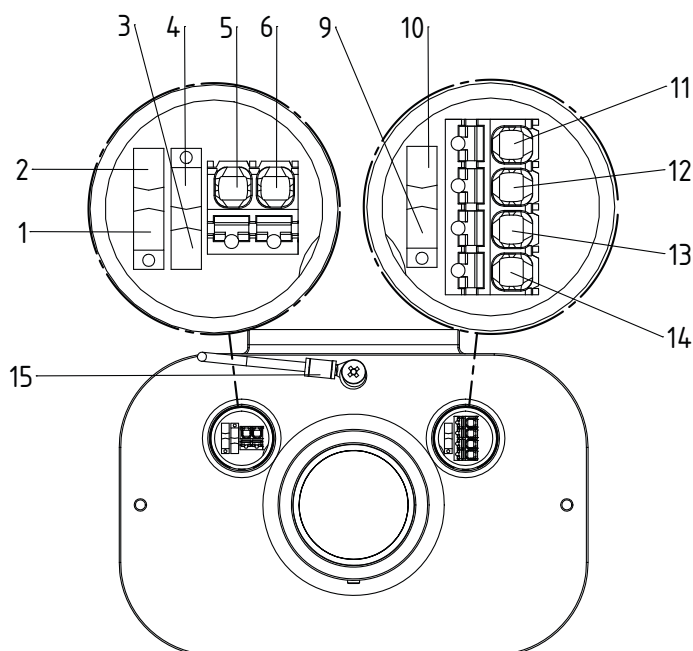

Abb. 8:
- Kabel gemäß Abb. 8 / Abb. 10 anschließen.
- Adapter mit Kabelverschraubung (2) anschrauben und danach die Überwurfmutter (1) mit einem Drehmoment von ca. 5 Nm (gilt für Eltex-Erdungskabel mit Kabelaußendurchmesser von 8,6 mm) anziehen. Die Dichtung darf nicht beschädigt sein.
Zur Verbindung des Erdungskreises mit der Potentialausgleichsleitung PAL wird ein zweiadriges Kabel über die Anschlussklemmen (5, 6 Abb. 8 und Abb. 10) kontaktiert. Durch die doppelte Führung wird sichergestellt, dass Unterbrechungen zur Potentialausgleichsleitung PAL erkannt werden.
Die beiden PAL-Leitungen gehören zu dem eigensicheren Stromkreis; siehe Anschluss (5, 6 Abb. 8 / Abb. 10).